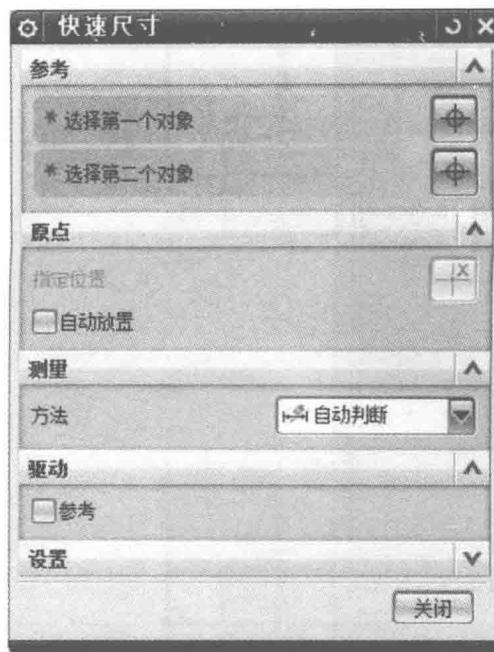

图 1-6
2)任意画一个矩形,如图 1-5 所示,在直接草图工具条中选择快速尺寸按钮  ,如图 1-6 所示,标注尺寸 90、60、45、0,标注完一个尺寸后按“enter”键进行下一尺寸的标注,或者标注完一个尺寸后按鼠标中键两次后再标注下一尺寸,如图 1-7 所示。